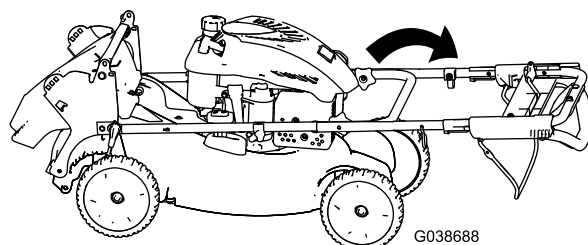

Figura 22
3. Ruotate l'intera stegola in avanti (Figura 22).